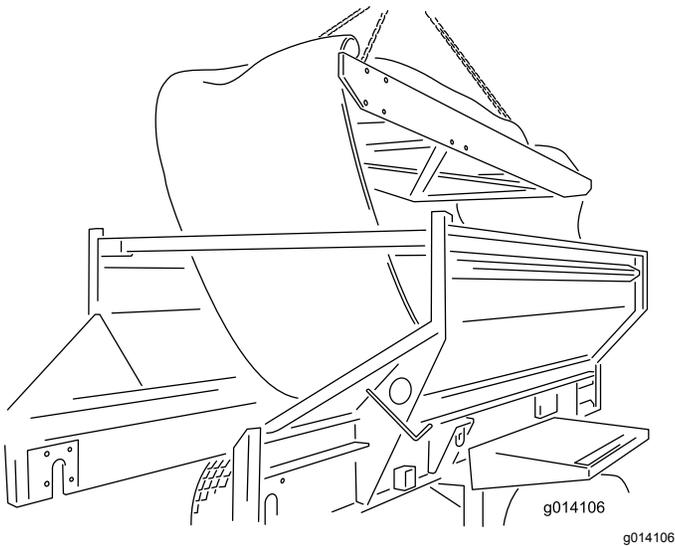

图 60
24. 通过从机器顶部将其吊起从而拆下框架。将它放在地上 (图 60)。